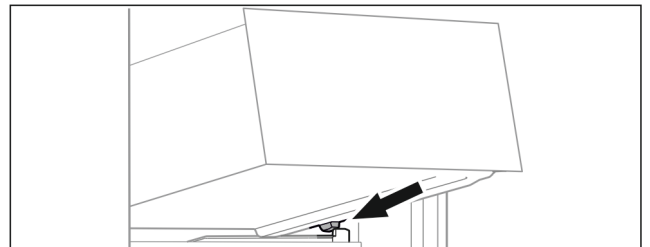

Fig. 85
- ▶ Lade schuin achter de stoppers op containerrib plaatsen. (zie Fig. 85)